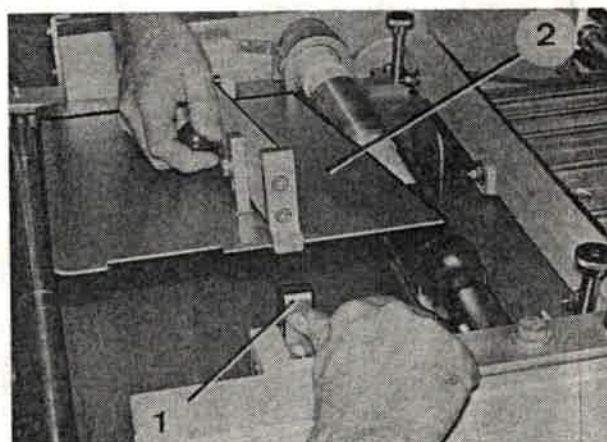

Bild 158
7.2 Sperrklinke (Bild 158/1) zurückdrücken und Niederhalter über der Fotozelle (Bild 158/2) hochklappen.